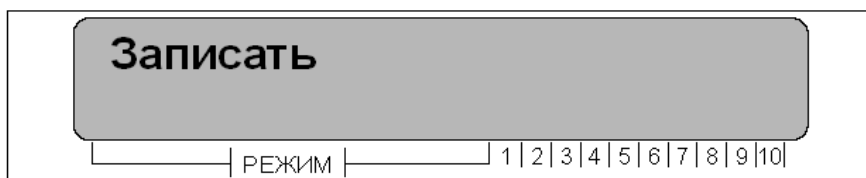

Рис. 25. Вид на дисплее процесса записи программы
- после редактирования всех необходимых параметров программы ее необходимо записать в память конфигурации прибора, для чего нужно выбрать пункт «Записать» (см. рисунок 25).